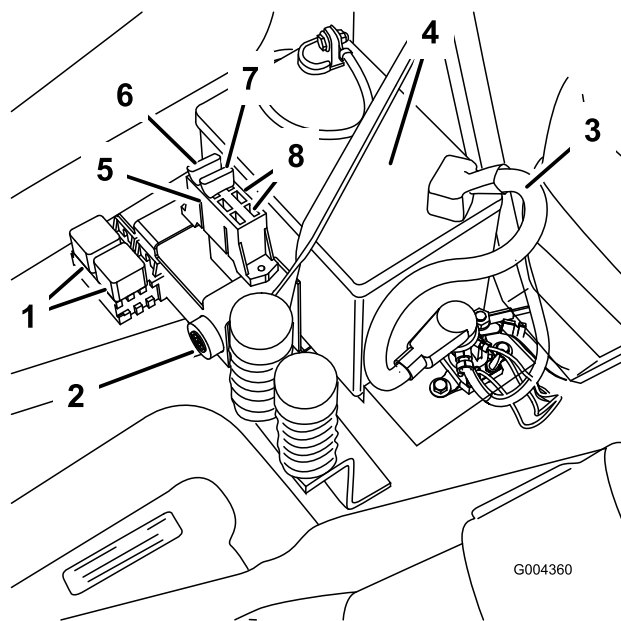

Figura 44
1. Levante el asiento para tener acceso al portafusibles (Figura 44).
2. Para cambiar un fusible, tire del fusible para retirarlo (Figura 44).